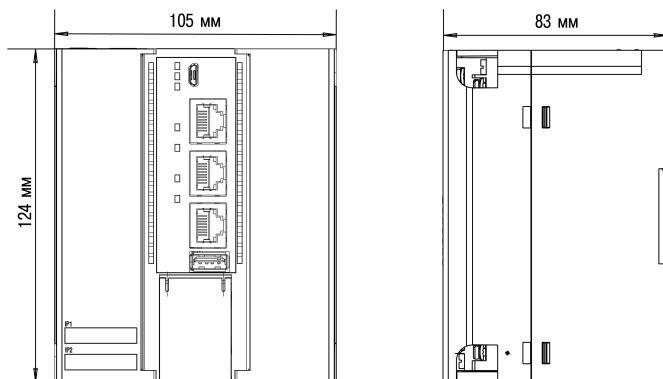

Рисунок 4.1 – Габаритные размеры
- Подготовить место для установки на стенке шкафа или DIN-рейке в соответствии с габаритными размерами контроллера (см. рисунок 4.1).